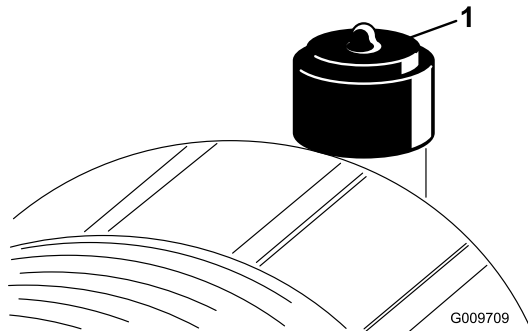

Figura 53
Revise el filtro del limpiador de aire únicamente cuando el indicador de mantenimiento (Figura 53) lo requiera. El cambiar el filtro antes de que sea necesario sólo aumenta la posibilidad de que entre suciedad en el motor al retirar el filtro.
6. Reinicie el indicador (Figura 53) si se ve rojo.